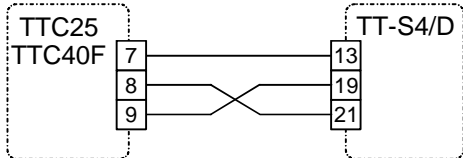

Fig. 1
- Fig. 1 Raccordement du TTC40F/TTC25 quand le système est commandé par une sonde connectée au TTC40F/TTC25